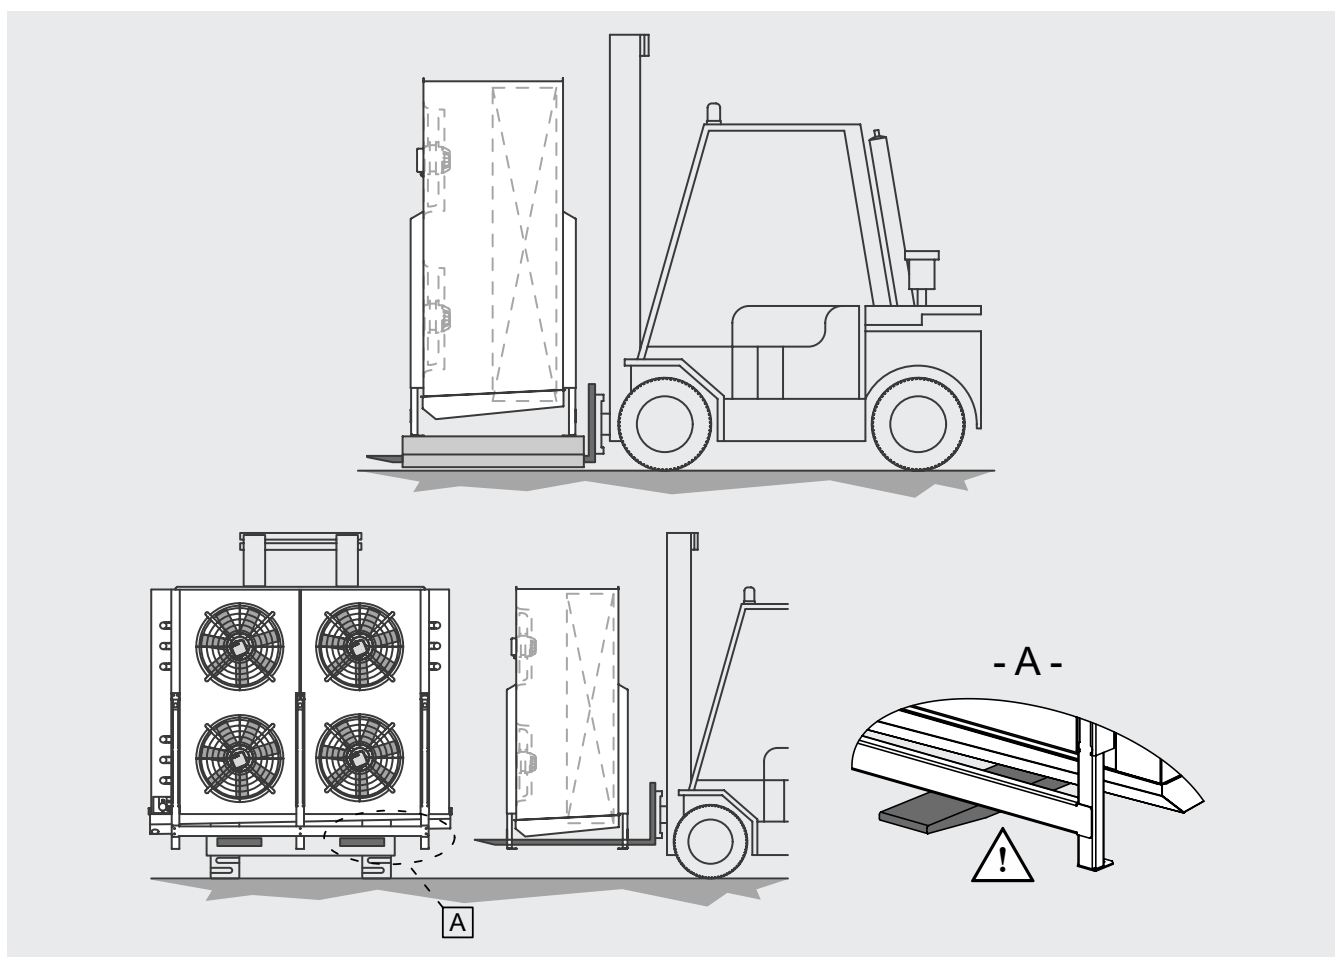

Abbildung 2
- 5.2 Die verpackte Vorrichtung muss von qualifiziertem Personal unter Verwendung einer geeigneten Gabelstapler oder mit dem Kran und / oder Brückenkran bewegt werden (Abschnitt 7). Die Hebebügel sollten länger sein als die Tiefe der Verpackung und / oder des Modells. Vermeiden Sie abrupte Bewegungen und stehen Sie nicht in der Nähe des Manövrierbereichs. Sichern Sie die Vorrichtungen immer an den Hebeorganen, bevor Sie mit der Handhabung beginnen. Schläge oder ein starker Stoß kann ein Kippen der Vorrichtung verursachen. Siehe Abbildung 2.